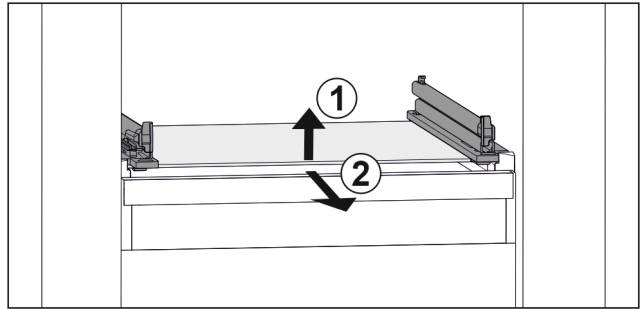

Fig. 73 Exemple de représentation de la tablette en verre
- ▶ Soulever la tablette en verre par l'avant. Fig. 73 (1)
- ▶ Retirer la tablette en verre par l'avant. Fig. 73 (2)